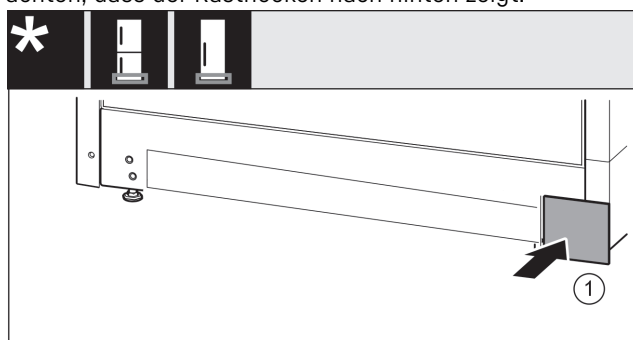

Fig. 18
- Abdeckung Fig. 18 (1) auf der anderen Seite wieder aufsetzen.